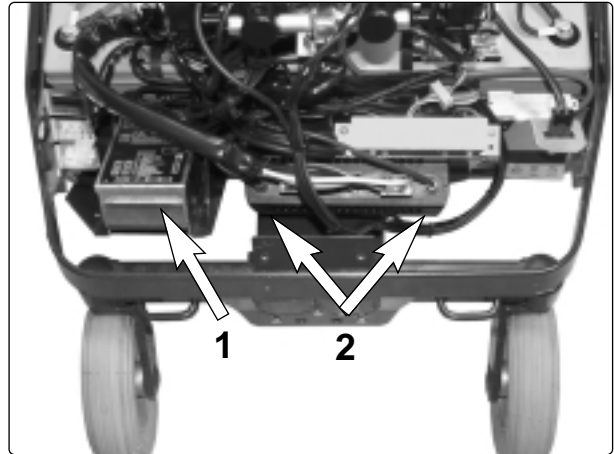

Abb. 34. Die SLS-Treiberstufe liegt lose in ihrem Halter. Die Ausgangsstufe Pilot+ ist mit zwei Schrauben befestigt.
5. Lösen Sie die beiden Schrauben, mit denen die Ausgangsstufe montiert ist, siehe Abb. 34:2.
5. Heben Sie die Treiberstufe hoch. Sie liegt lose in ihrem Halter, siehe Abb. 34:1.